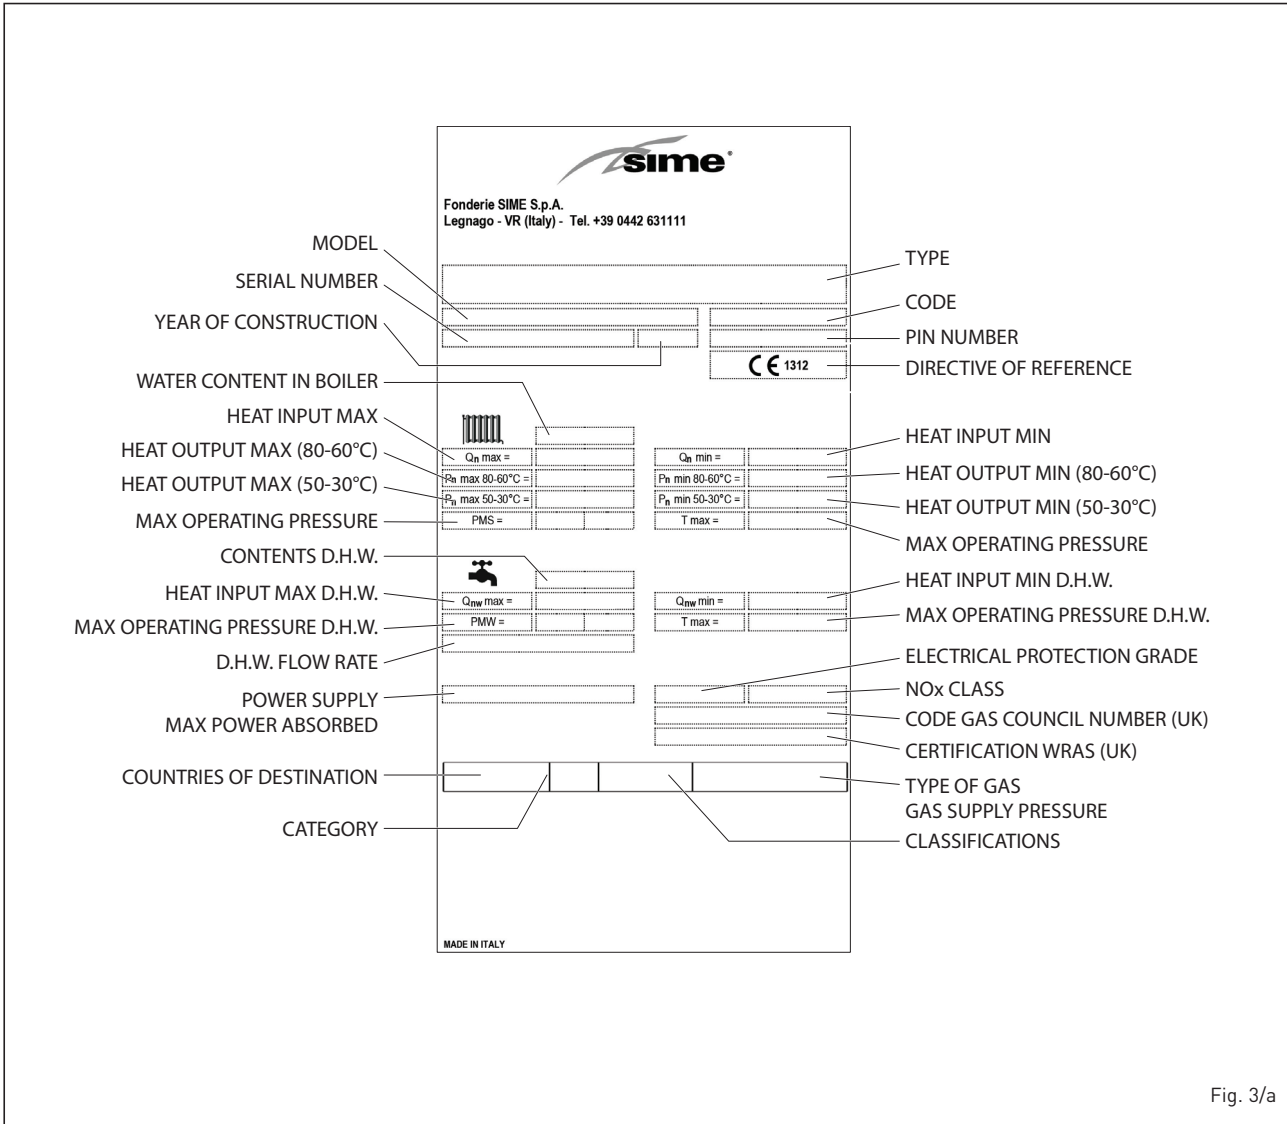

Fig. 3/a
### 1.5 MAIN COMPONENTS (fig. 3)
1.6 TECHNICAL DATA PLATE (fig. 3/a)